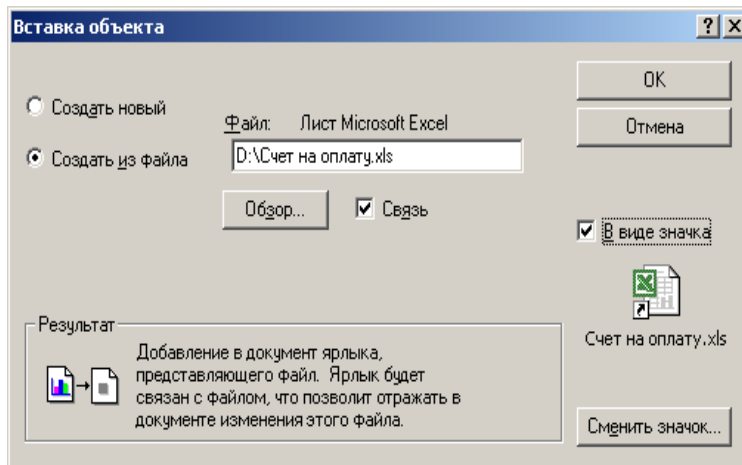

Рис. 10. Окно вставки объекта
- В модели «Обработка заявки» в меню *Insert* выберите *Object Create from File (Создать из файла)*. С помощью кнопки *Browse (Обзор)* укажите размещение файла «Счет на оплату». Установите флажок *Link (Связь)* для того, чтобы последующие изменения файла автоматически копировались в модель ARIS (рис. 10).